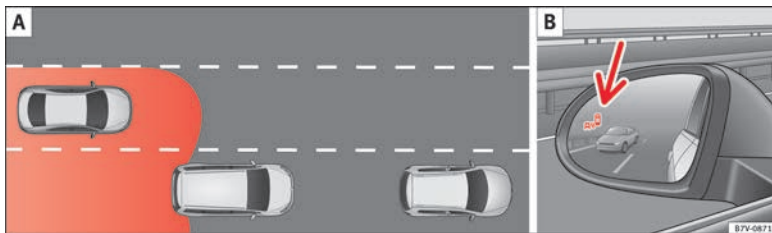
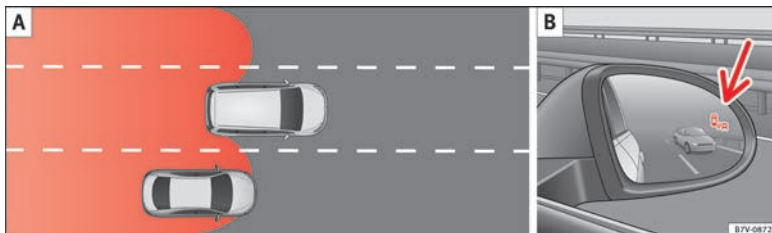

Bild 222 Schematiskt diagram: **A** Omkörningssituation med trafik bakom bilen. **B** Indikering från detektering av döda vinklar i den vänstra sidospiegeln.
Bild 223 Schematiskt diagram: **A** Omkörningssituation och byte till höger körfält. **B** Indikering från detektering av döda vinklar i den högra sidospiegeln.
I de följande situationer visas en indikation i den sidospiegeln » **bild 222 B** (pil) eller » **bild 223 B** (pil):
- När bilen blir omkörd av ett annat fordon » **bild 222 A**.
- När bilen kör om ett annat fordon » **bild 223 A** med hastighetsskillnad på cirka 10 km/h. Om bilen kör om med en betydligt högre fart så visas ingen indikation.